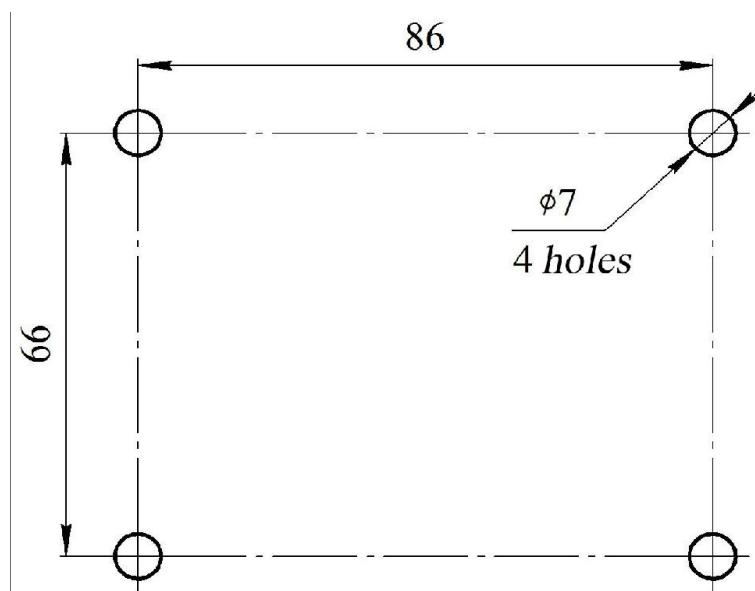

Figura 2
6.2. Fixati generatorul pe suprafata de sustinere (perete, plafon sau pardoseala) in orice loc potrivit al spatiului protejat. Dimensiunile si dispozitia gaurilor de fixare pentru montajul GOA sunt arata in figura 2.